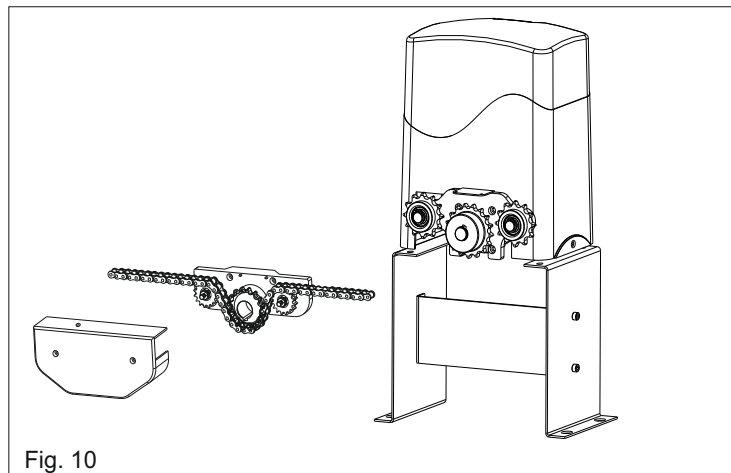

Fig. 10
6.2. instalar la cadena haciéndola pasar por el grupo piñón como según la Fig.10.